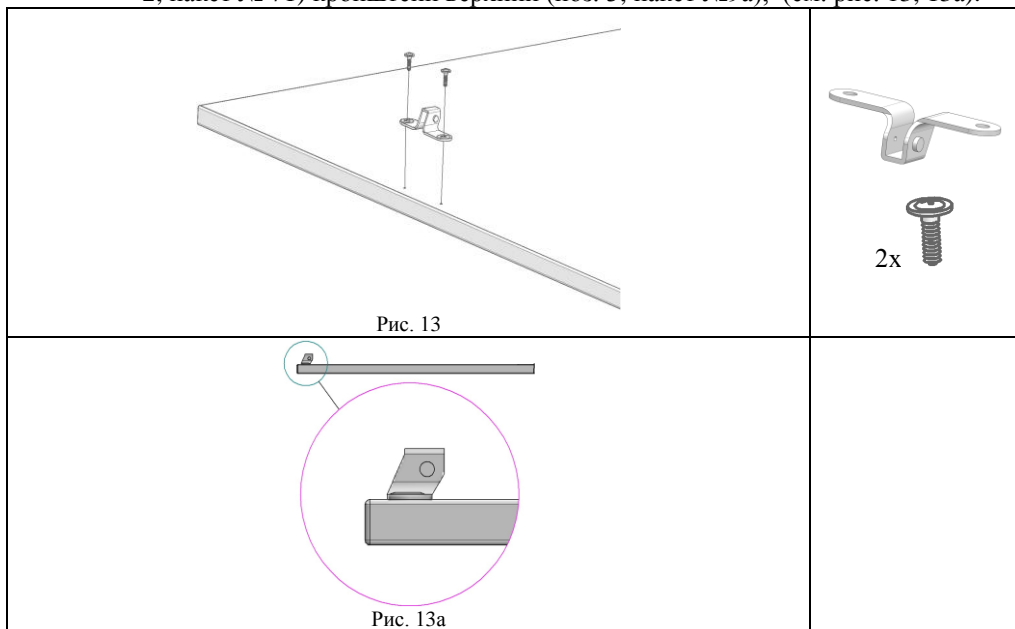

Рис. 13
- 4.5.2. К сборке по п. 4.5.1. прикрутить с помощью саморезов с прессшайбой (поз. 2, пакет № 71) кронштейн верхний (поз. 3, пакет №9а), (см. рис. 13, 13а).
Рис. 13а